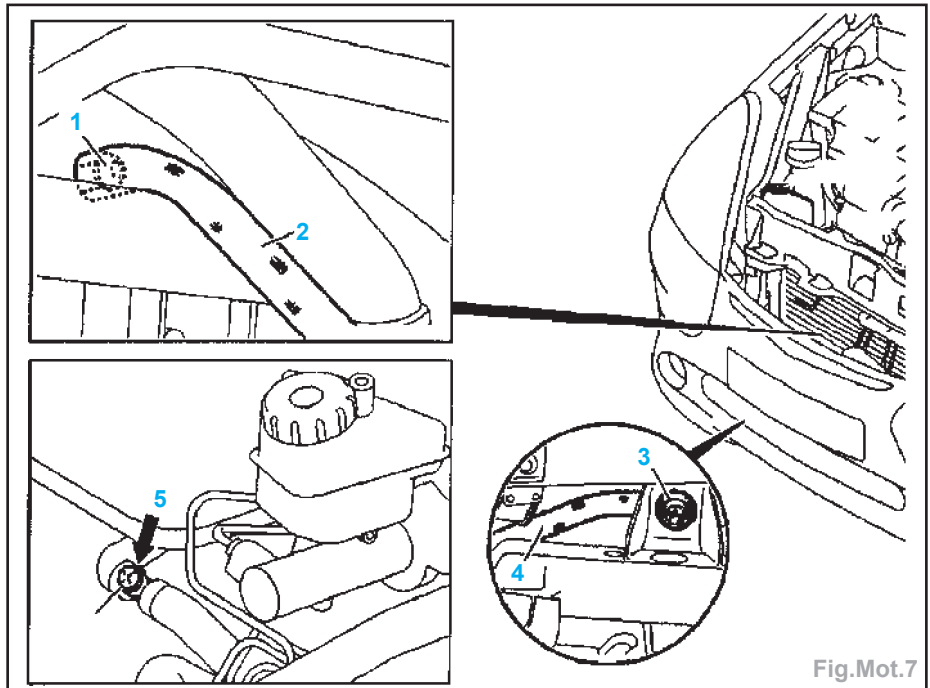

Fig.Mot.7
- Brancher un tuyau (4) sur la vis (3) de vidange du liquide de refroidissement du radiateur (Fig.Mot.7).
- Brancher un tuyau (2) sur la vis (1) de vidange du liquide de refroidissement du bloc-cylindre.
- Ouvrir les vis de vidange (1) et (3) et récupérer le liquide de refroidissement dans un bac.
- A partir d'une température de 60-70°C, fermer le bouchon. S'il existe une vis de purge d'air (5) (Fig.Mot.7), celle-ci doit être ouverte.